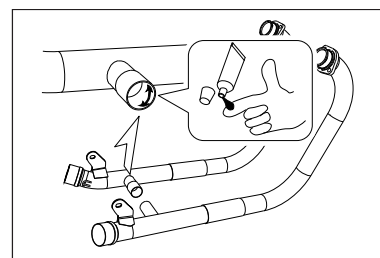

図. 4
- ① 各パイプ差込口の内側にあらかじめ液体ガスケット ME30 (構成部品 15 番) を適量塗布しておきます (図. 4)